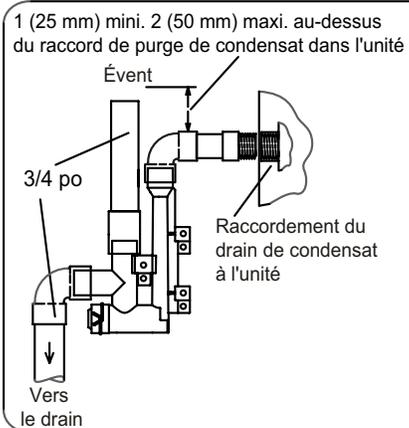

FIGURE 48
- 3 - Installez le bouchon sur l'ouverture de nettoyage à la base du purgeur. Fixez avec le collier. Reportez-vous à la FIGURE 48.
- 4 - Installez le purgeur avec des raccords en PVC appropriés et collez tous les joints. Collez le purgeur fourni comme illustré à la FIGURE 48. Acheminez le conduit de condensat jusqu'à un drain ouvert.